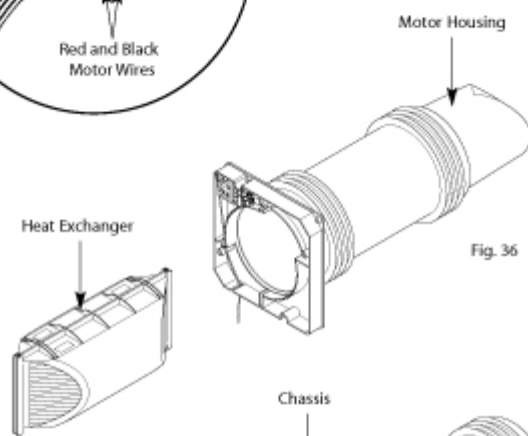

Fig. 36
2. Enlever l'échangeur avec précaution. (fig36)